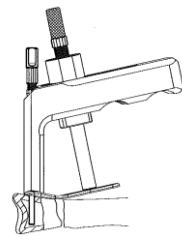

図 4
- 4) ターゲティングガイドの長穴へ、骨幹部長穴用スリーブガイド（ショート）、骨幹部長穴用スリーブ、骨幹部用ドリルスリーブ（長穴用）をそれぞれ組み付け、挿入します。（図 4）